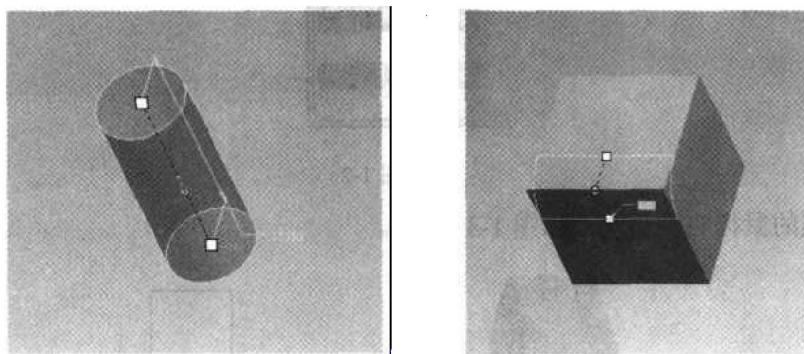

图 1-5
5. 可以直接使用鼠标拖拽来改变特征参数，并以整数予以捕捉，如图 1-5 所示。